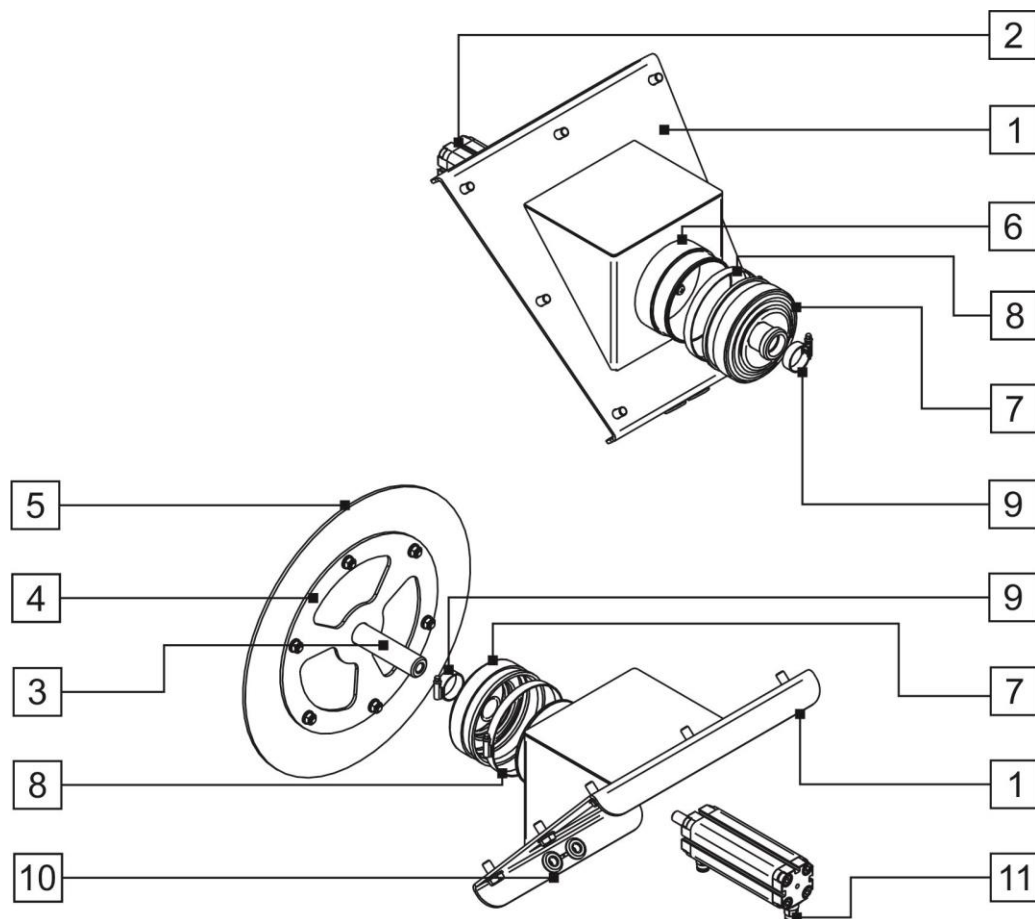

Рис.176
Клапан (Рис.176) фильтровального агрегата, состоит из крышки (1) с присоединенным к ней пневматическим цилиндром (2). На вал пневматического цилиндра (2) наворачивается резьбовая втулка (3) с приваренной к ней тарелью (4). На тарели (4) закреплен резиновый диск-обтюратор (5). С внутренней стороны крышки (1) приварена обечайка (6), на которую надевается широкой стороной гофрированный пыльник (7). Пыльник (7) закреплен на обечайке (6) червячным хомутом (8). Второй хомут (9) удерживает пыльник (7) на втулке (3).